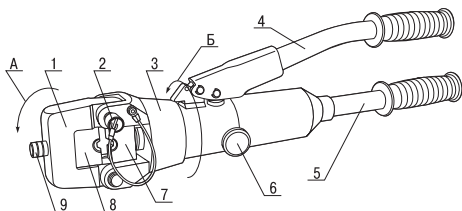

Рисунок 1
3.3 Извлеките ось 2 (смотри рисунок 1) из головки 3 пресса.